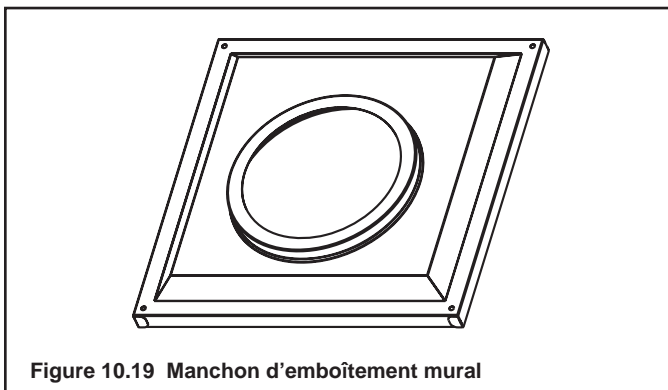

Figure 10.19 Manchon d'emboîtement mural
- Fixer le capuchon en vissant les trois vis autotaraudeuses (fournies) dans les avant-trous du conduit extérieur du capuchon dans le conduit extérieur du tuyau (voir la Figure 10.19).
- Une fois le tuyau raccordé au capuchon, glisser l'écran de chaleur sur la surface du mur intérieur et le fixer à l'aide des vis fournies. Voir la Figure 10.19.